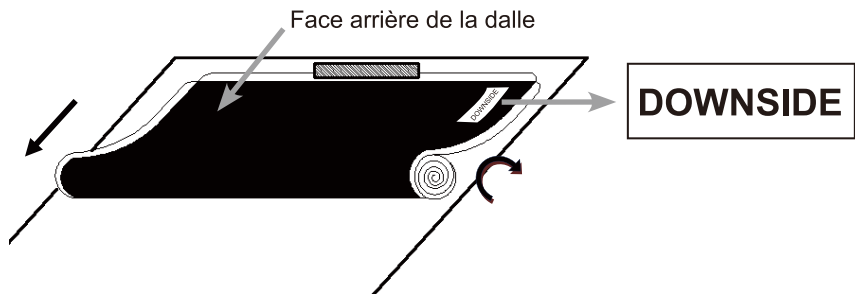

Figure 2
2. Il est fortement recommandé que deux personnes déroulent la dalle pour éviter que la dalle ne se plie ou ne s'enroule de manière inégale. Chaque personne doit tenir une extrémité du rouleau et dérouler lentement la dalle dans le sens des aiguilles d'une montre (Figure 2). Conseil : Vérifiez l'étiquette **DOWNSIDE** de la dalle.